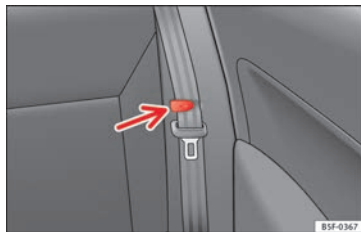

Fig. 149 Pinza para sujetar el cinturón de seguridad.
- Coloque los cinturones de seguridad laterales en la pinza del revestimiento » fig. 149.